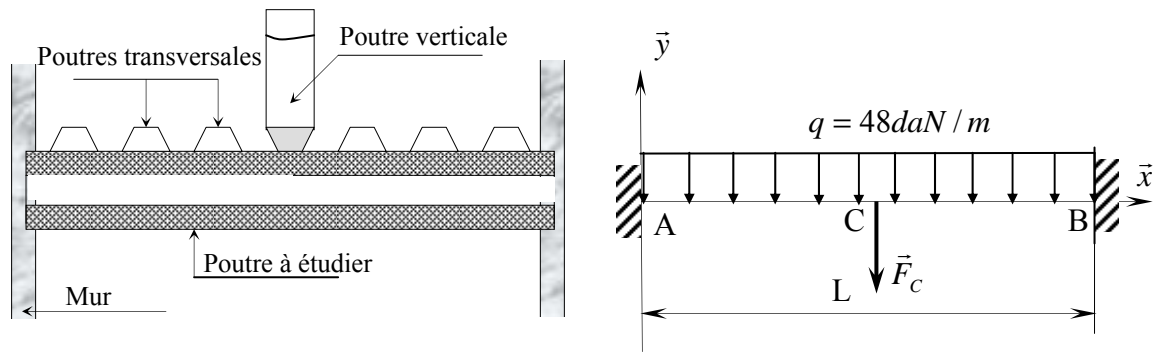

Fig.1
Une poutre (2), est encastrée en A et B au bâti 0, elle est soumise à une charge répartie p sur toute sa longueur L, et une charge concentrée verticale \vec{F}_C appliquée à son milieu comme le montre la figure 1 .